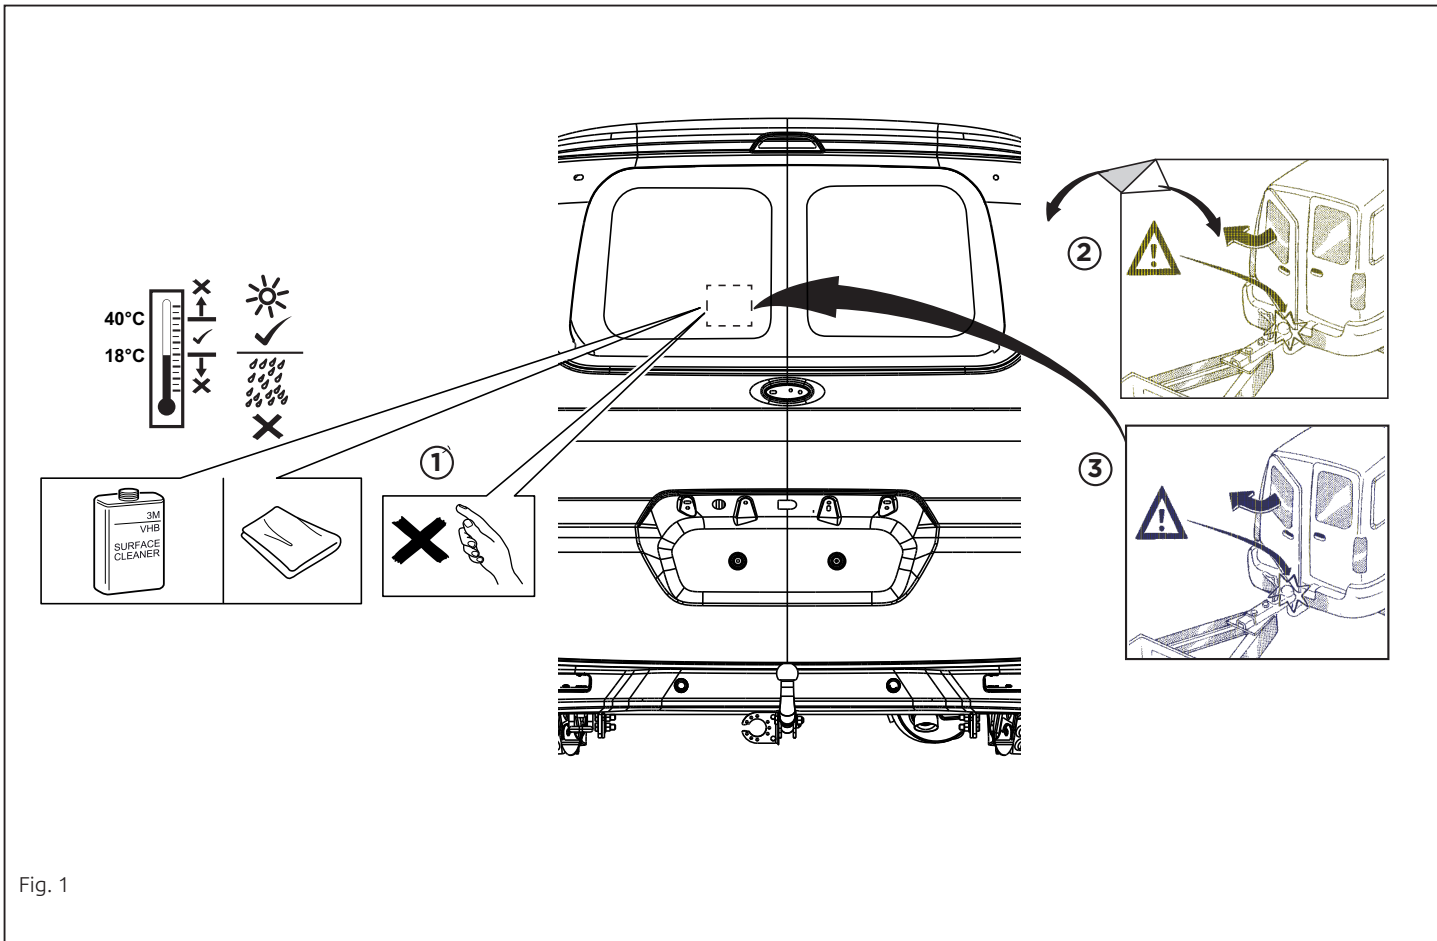

Fig. 1
9. Приклейте наклейку как показано на рис. 1.